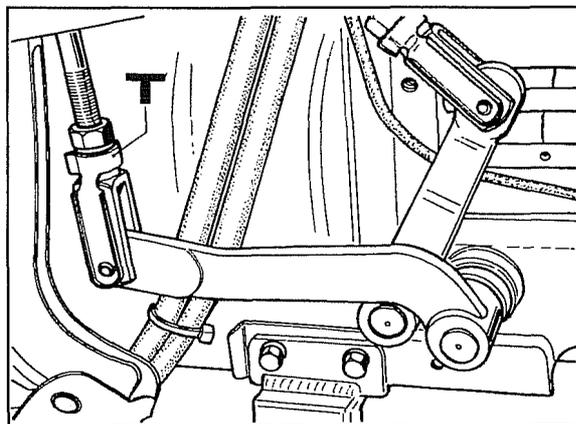
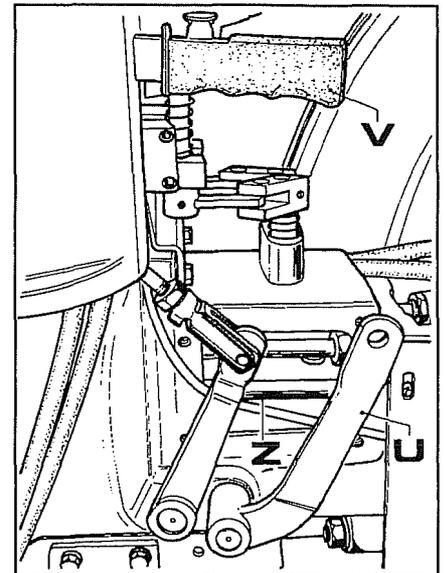
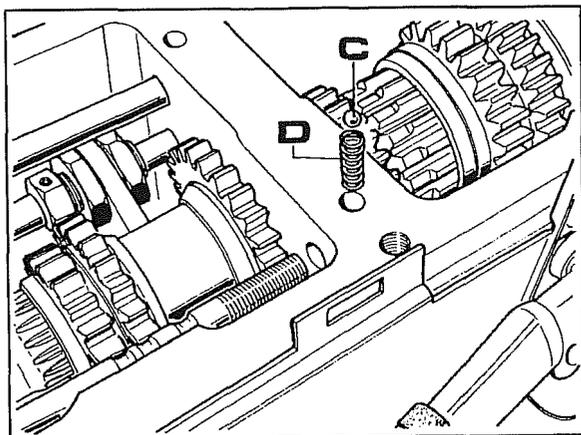
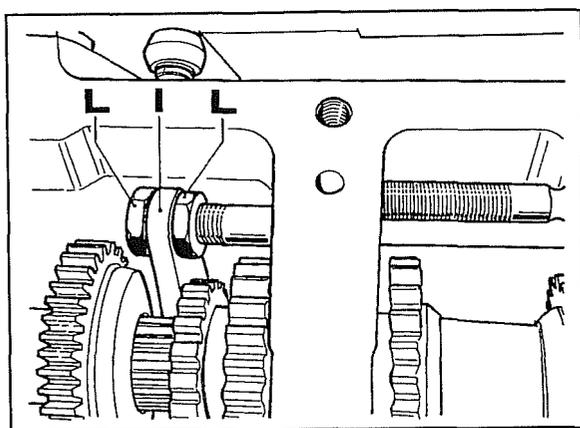

Fig. 9
Fig. 10
Fig. 11
Fig. 13
- 3 Desconectar el mando pedal embrague mediante la horquilla **T** fig. 9 y girarlo todo hacia atrás como se ve en **U** de la fig. 10.
- 4 Embragar la toma de fuerza alzando al máximo la palanca **V** fig. 10.
- 5 Desbloquear la varilla **Z** fig. 10 mediante las tuercas **L** fig. 13, luego extraerla hacia adelante hasta que salga la bola **C** y el resorte **D** fig. 11.
- Volver a montar el manguito **S** fig. 8 y luego volver a montar la horquilla **I** y regularla mediante las tuercas **L** fig. 13 del siguiente modo: